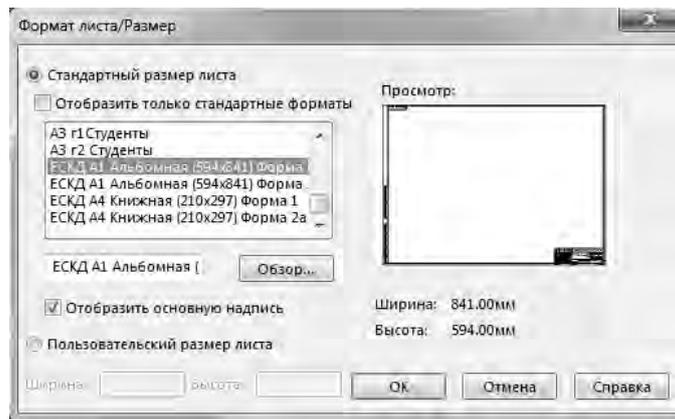

Рисунок 39 – Опция выбора чертежного формата листа
- в появившемся окне из списка выбрать необходимый чертежный формат листа и нажать «ОК» (рисунок 39);